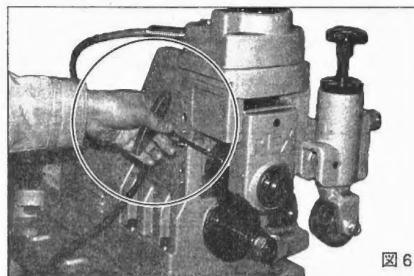

図6
- 1.上ローラの止めネジを緩め、ローラ軸を引き抜くと上ローラが外れます。(図6)